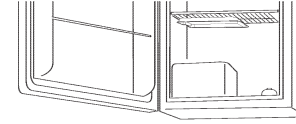

fig. 3
- Para descongelar el congelador, retire los alimentos y la charola para cubos de hielo del compartimiento del congelador. Su modelo puede requerirle colocar la bandeja del gotero bajo sección del congelador (véase fig. 3). Para descongelar, gire dial de control de temperatura a la posición de "Off" (Apagado). La descongelación generalmente se lleva a cabo en unas cuantas horas. Para descongelar más rápido, mantenga la puerta abierta y coloque un recipiente con agua tibia dentro del refrigerador.